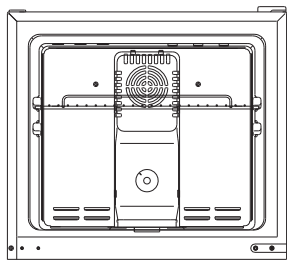

Fig.3.
- Veuillez ne pas placer les aliments de sorte qu'ils bouchent une ouverture d'aération; et laissez de l'espace adéquat entre les articles d'aliments pour permettre de la circulation d'air dans l'armoire de réfrigérateur (voir Fig. 3).